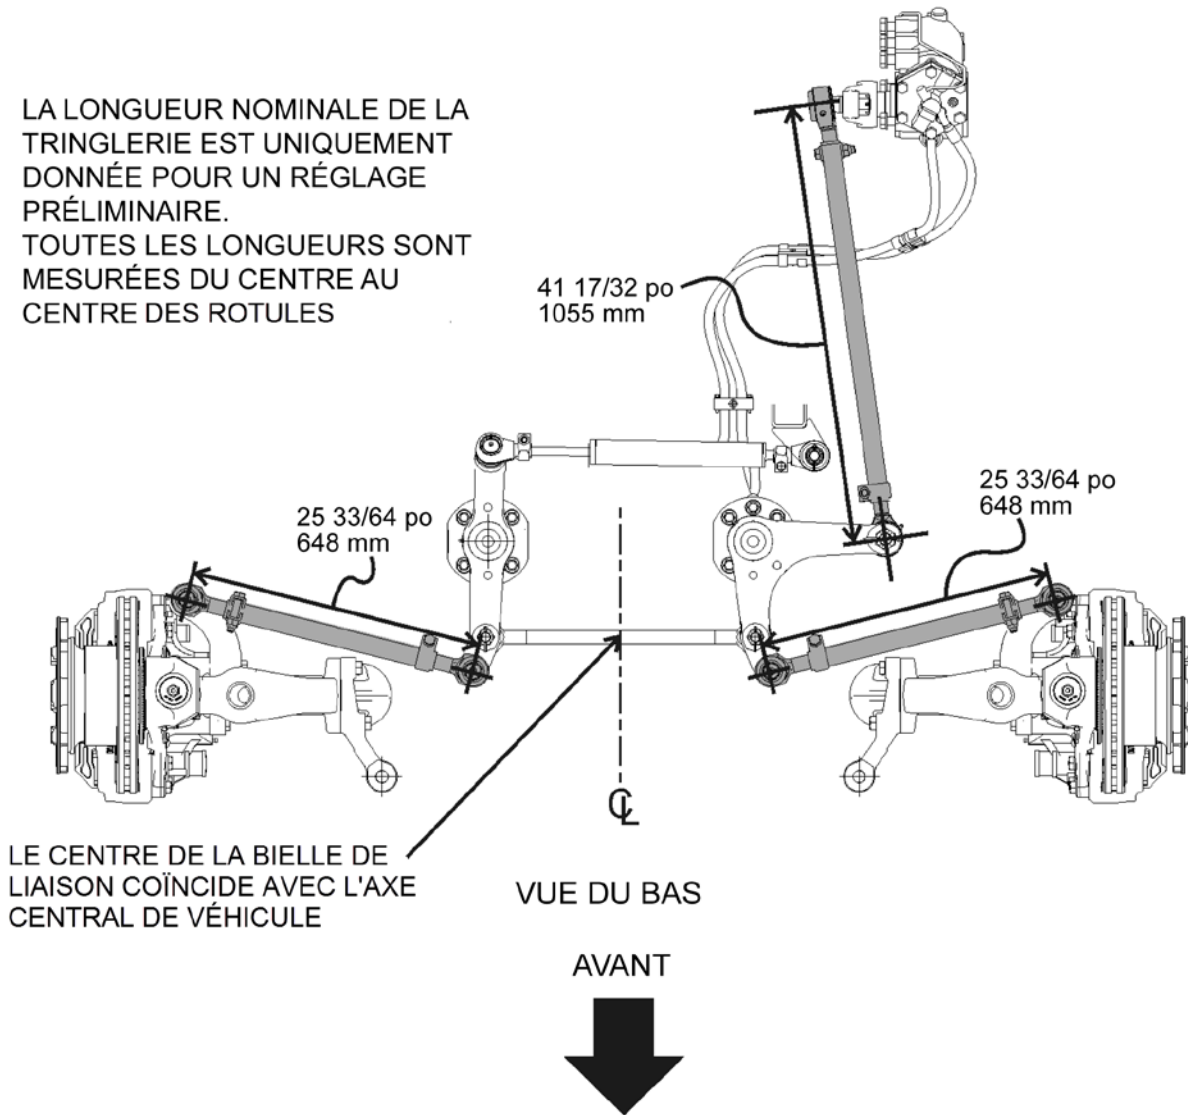

FIGURE 19: LONGUEURS NOMINALES DE TRINGLERIE DE DIRECTION
7. S'assurer que la longueur de la bielle de poussée qui doit être 21 17/64 po (540 mm) FIGURE 19. Vérifier si la longueur de la bielle de liaison est 23 19/64 po (592 mm).